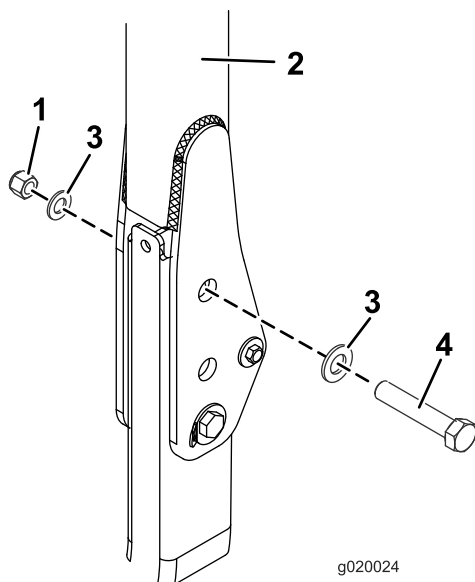

Figura 27
3. Coloque una arandela ($\frac{13}{16}$ " x $1\frac{1}{2}$ ") en cada perno ($\frac{3}{4}$ " x 4"), según se muestra en Figura 27.
4. En los taladros de donde se retiraron los pasadores, instale los pernos y las arandelas (Figura 27).
5. Coloque otra arandela sobre cada perno y sujételas con una tuerca ($\frac{3}{4}$ "), según se muestra en Figura 27. Apriete las tuercas a 323–396 N·m.